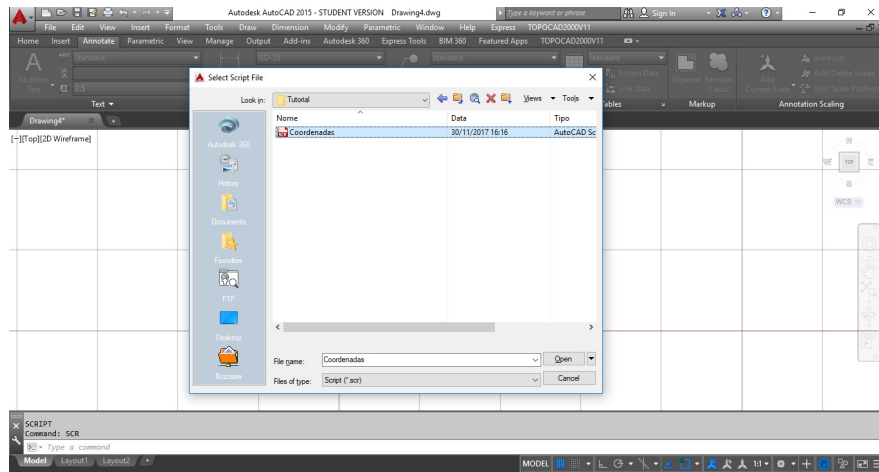

Figura 89 – Janela para seleção do *Script*
- b) O comando vai abrir uma janela para selecionar o arquivo desejado. Deve-se selecionar o arquivo e abrir (Figura 89).